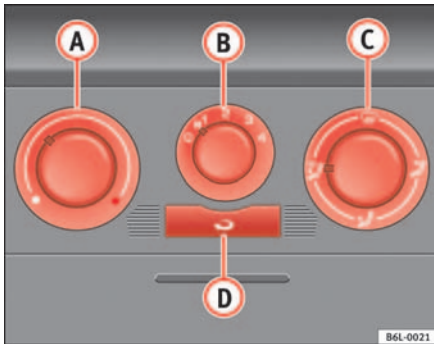

Abb. 86 In der Instrumententafel: Bedienelemente der Heizung
- Drehen Sie den Temperaturregler ⇒ Abb. 86 **A** nach links.
- Drehen Sie den Temperaturregler ⇒ Abb. 86 **A** nach rechts bis zur gewünschten Heizleistung.
- Drehen Sie den Temperaturregler ⇒ Abb. 86 **A** ganz nach rechts auf die höchste Heizleistung.
- Drehen Sie den Temperaturregler ⇒ Seite 123, Abb. 86 (A) in den Heizbereich.
- Drehen Sie den Gebläseschalter (B) in die Gebläsestufen 2-3.
- Düsen (3) schließen.
- Öffnen Sie die Düsen (4) und richten Sie sie auf die Seitenfenster.